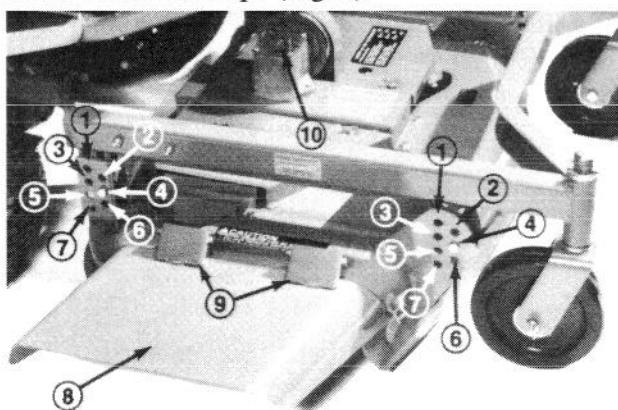

Figure 1
La hauteur de coupe peut être réglée de 25 à 102 mm par incrément de 13 mm, en déplaçant quatre axes de chape dans les différents trous des supports à chaque coin de l'unité de coupe (Fig. 1).
Le déflecteur d'herbe (Fig. 1) est un dispositif de sécurité destiné à dévier l'herbe ou tout autre corps étranger éjecté vers le bas. Sans le déflecteur monté sur l'unité de coupe et sans les charnières à ressort qui le maintiennent baissé, les lames peuvent projeter de l'herbe et des corps étrangers par l'orifice d'éjection avec suffisamment de force pour causer des dégâts matériels ou des blessures corporelles. Si le déflecteur ou les charnières à ressort sont usés, cassés ou endommagés, réparer ou remplacer la ou les pièce(s) concernée(s). Ne jamais utiliser l'unité de coupe sans le déflecteur. Toujours vérifier que la goulotte du déflecteur se trouve dans la position la plus basse.
2. Après 50 heures d'utilisation, abaisser l'unité de coupe de manière à ce que les roues pivotantes reposent sur une surface horizontale. Vérifier que tous les axes de chape se trouvent dans les mêmes trous. Nettoyer la surface autour du couvercle du boîtier d'engrenage (Fig. 1) pour éviter la pénétration de corps étrangers dans le boîtier. Enlever les vis de fixation du couvercle sur le boîtier et déposer le couvercle. Vérifier le niveau d'huile dans le boîtier d'engrenage. Le cas échéant, faire l'appoint en versant de l'huile de viscosité SAE E.P. 90 jusqu'à l'arbre horizontal (d'entrée) du boîtier d'engrenage. Vérifier l'état du joint et le remplacer s'il est endommagé ou usé.